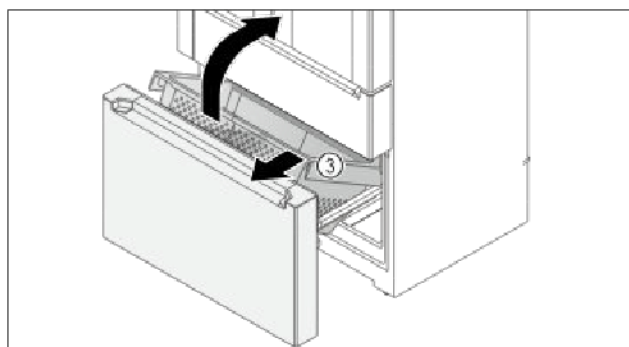

Fig. 153
- Pojemnik Fig. 153 (3) podnieść w przód.
- Pojemnik Fig. 153 (3) wyjąć w przód po skosie.